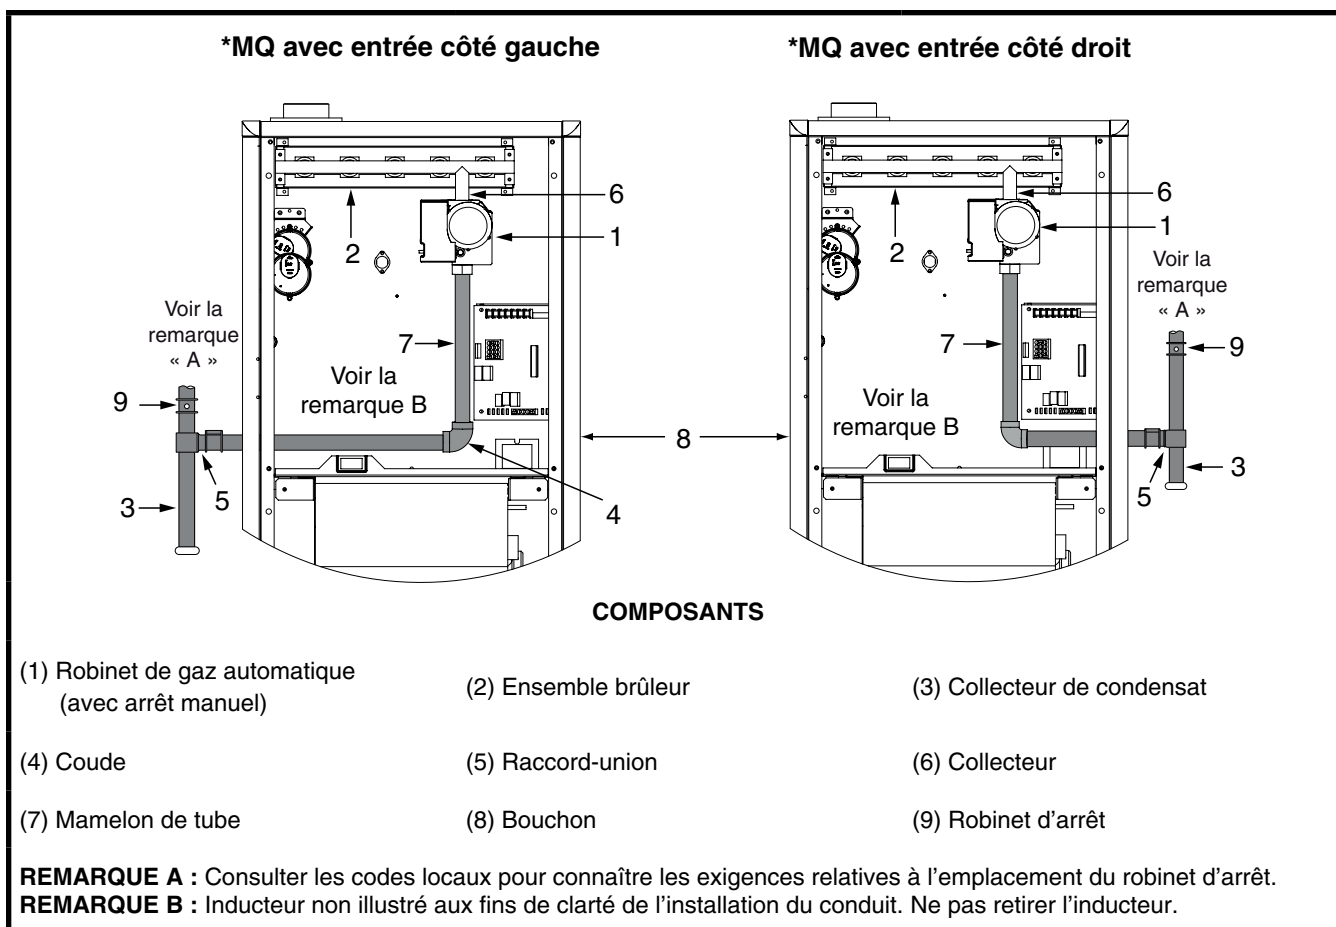

Figure 18. Raccordements de gaz typiques
- Certaines réglementations locales exigent l'installation d'un robinet d'arrêt principal manuel et d'un raccord-union de mise à la terre à l'extérieur du générateur d'air chaud, comme indiqué à la Figure 18, \(page 21\). Le robinet d'arrêt doit être facilement accessible pour l'entretien ou l'utilisation d'urgence. Communiquer avec le service public local ou le fournisseur de gaz pour connaître les exigences supplémentaires relatives à l'emplacement du robinet d'arrêt de gaz principal manuel.
- Il faut installer un collecteur de condensat dans la longueur de conduit verticale acheminée jusqu'à l'appareil, comme indiqué à la Figure 18.
Le générateur d'air chaud peut être installé avec une entrée de gaz du côté droit ou du côté gauche. Au moment de raccorder l'alimentation en gaz, prévoir un dégagement entre la conduite d'alimentation de gaz et le trou d'entrée dans le boîtier du générateur d'air chaud pour éviter les bruits non désirés ou les dommages au générateur d'air chaud. Raccordement de gaz typique, comme indiqué à la Figure 18.